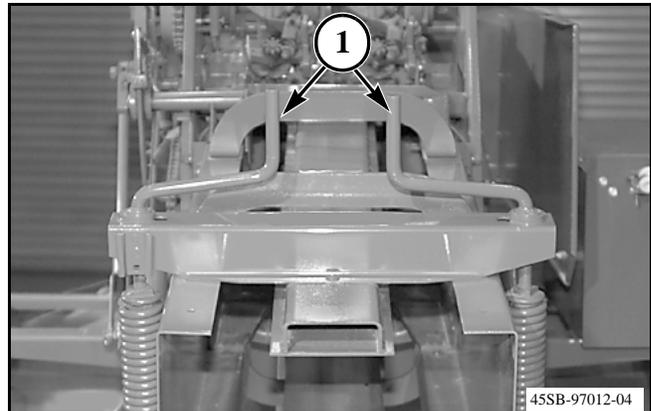

FIG. 15
FIG. 15: Al girar las manijas de control de densidad (1) hacia la derecha, aumenta la densidad y el peso del fardo. Al girar las manijas de control de densidad hacia la izquierda, disminuye la densidad y el peso del fardo. Cuando comience a enfardar con la cámara de fardos vacía, gire las manijas de control de densidad hasta que no haya tensión en los resortes